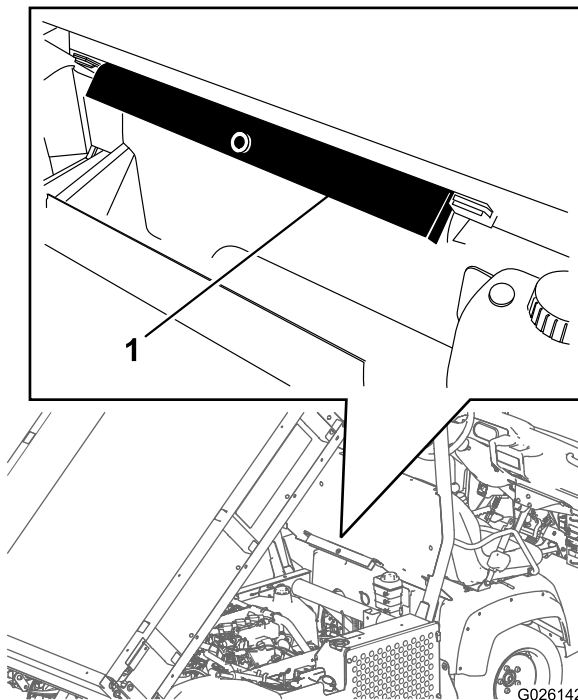

Bild 28
2. Nehmen Sie die Ladepritschenstütze aus den Lagerhalterungen hinten an der Überrollschutzplatte (Bild 28).